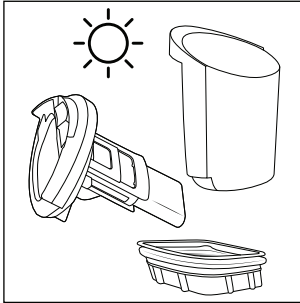

Fig. 27
- ◆ Deixe o filtro de sujidade **10**, o reservatório de água suja **2** e a tampa do reservatório de água suja **9** secarem totalmente (ver fig. 27).